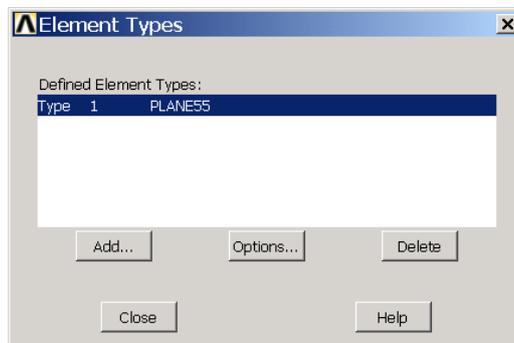

图11.4 定义单元类型
(1) 启动 ANSYS，单击【Utility Menu】|【File】|【Change Title】菜单，定义分析标题为“Steady-state thermal analysis of submarine”。
(2) 在命令流窗口中输入“/UNITS, BFT”，并按 Enter 键，定义单位制。
(3) 单击 Main Menu>Preprocessor>Element Type>Add/Edit/Delete 菜单，定义二维热单元 PLANE55，如图 11.4 所示。